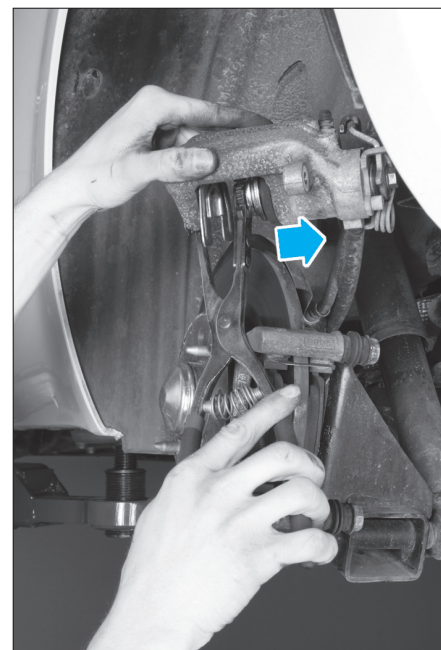

Fig. 18
- A l'aide de l'outil [1], repousser lentement le piston de d'étrier arrière (Fig.18).
- [1]. Repousse piston (Fig.18).